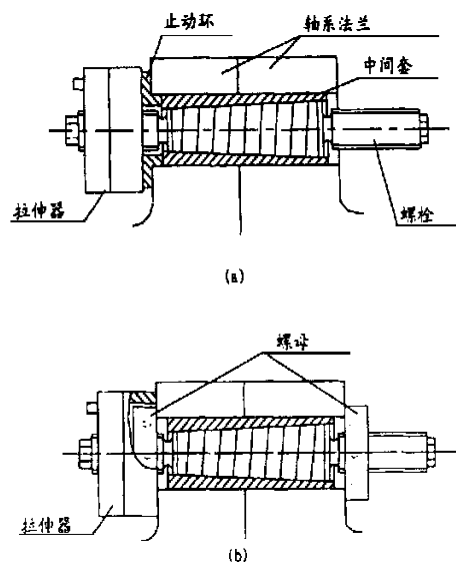

图 4 轴系联结螺栓安装示意图
(1) 安装前,将螺栓、中间套及法兰孔清洗干净,并测出每个法兰孔与其相对应的中间套之间的间隙值,然后将止动环、液压拉伸器按图 4(a)装妥。止动环的轴向尺寸应保证中间套处于法兰中间位置,并使装妥后的螺栓螺旋油槽不至于露在中间套外面。
(2) 用拉伸器将螺栓拉入中间套,用液压安装系统的压力表进行监测。当螺栓被拉入到位时,压力表显示值分别为 $\sim 28 \text{ MPa}$ (中间轴与螺旋桨轴之间的螺栓)、 $\sim 34 \text{ MPa}$ (中间轴与主机输出端之间的螺栓)。
(3) 将止动环及拉伸器拆下,按图 4(b)将两端螺母上紧,并再装上拉伸器,用拉伸器对螺栓进行拉伸并预紧螺母。最后液压安装系统的压力应控制在 $\sim 33 \text{ MPa}$ (中间轴和螺旋桨轴之间的螺栓)、 $\sim 39 \text{ MPa}$ (中间轴和主机输出端之间的螺栓)。